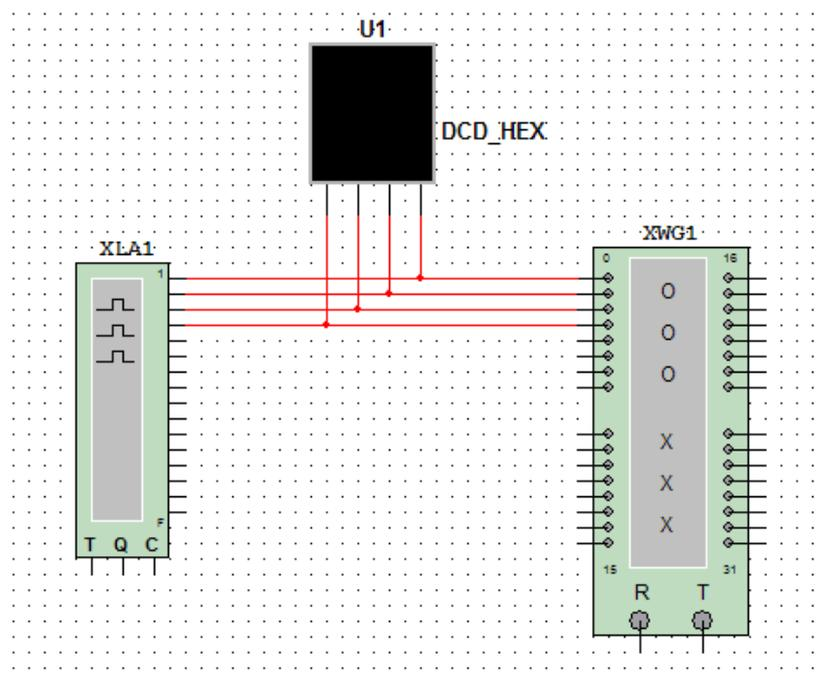

Рис. 43. Схема с логическим анализатором и генератором слов
Для примера работы генератора слов и логического анализатора собрана схема, рис. 43.
После того, как собрана схема, необходимо запрограммировать генератор слов, чтобы он выполнял счет от 0 до 15 (F) (рис. 43). Далее настраивается логический анализатор.